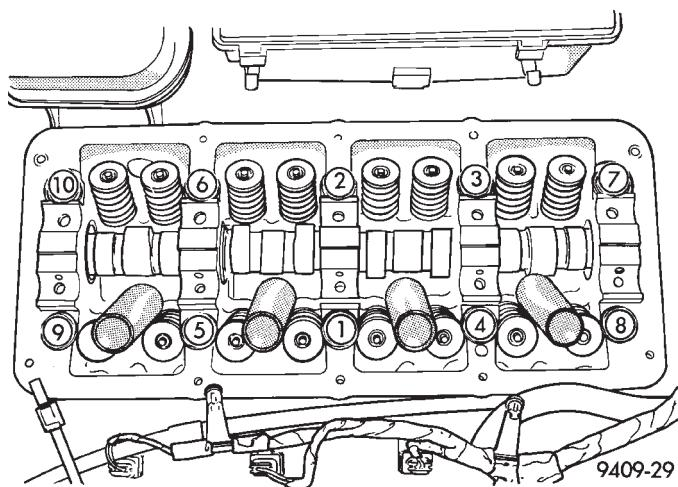

Fig. 32 Secuencia de apriete de la culata de cilindros
(1) Antes de instalar los pernos, deben engrasarse las roscas con aceite de motor. Los cuatro pernos cortos de 110 mm (4,330 pulgadas) deben instalarse en las posiciones 7, 8, 9 y 10 (Fig. 32).
(2) Apriete los pernos de la culata de cilindros en la secuencia que se muestra en la (Fig. 32). Siga el procedimiento de cuatro pasos que se indica a continuación: